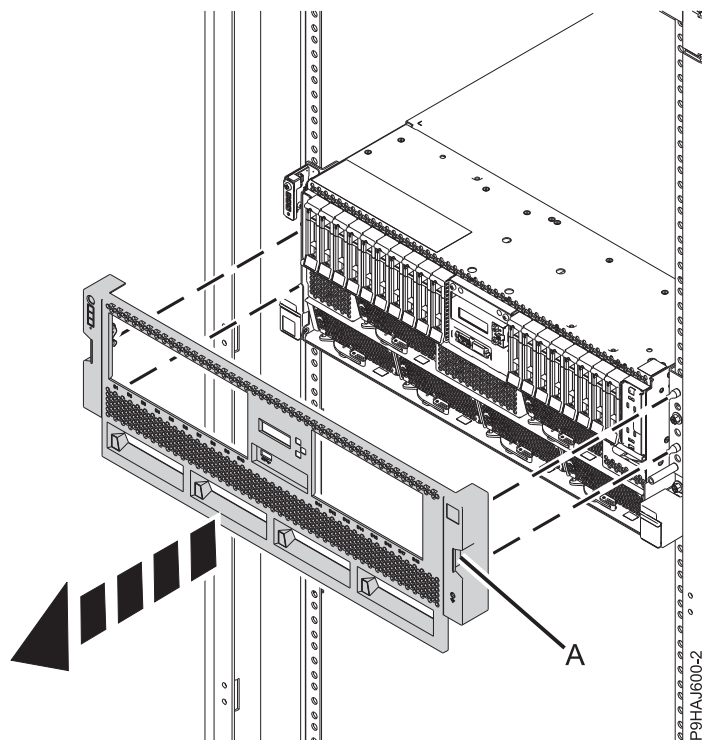

Abbildung 14. Vordere Abdeckung ausbauen
2. Bauen Sie bei einem Einschubsystem die vordere Abdeckung aus, indem Sie sie vom System wegziehen. An der Abdeckung befinden sich Vertiefungen (**A**), an denen Sie sie besser festhalten können. Siehe Abb. 14 auf Seite 34.